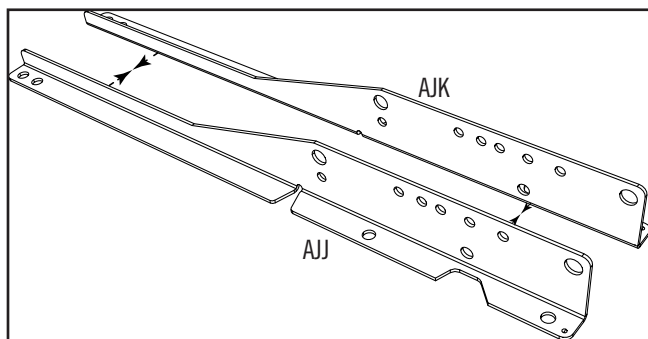
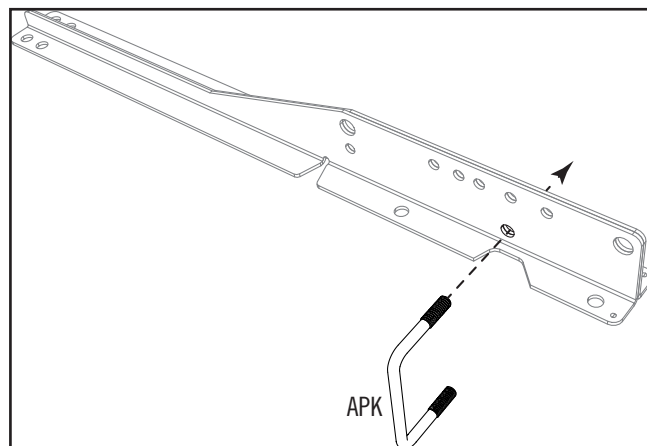
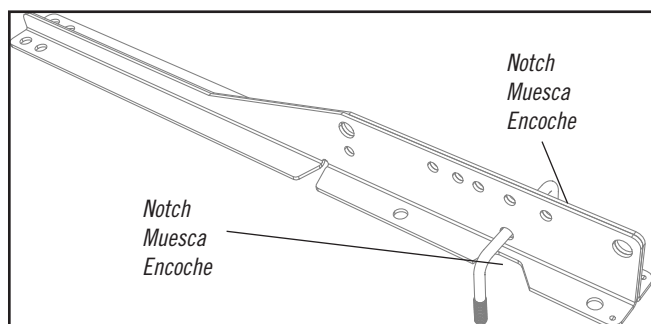
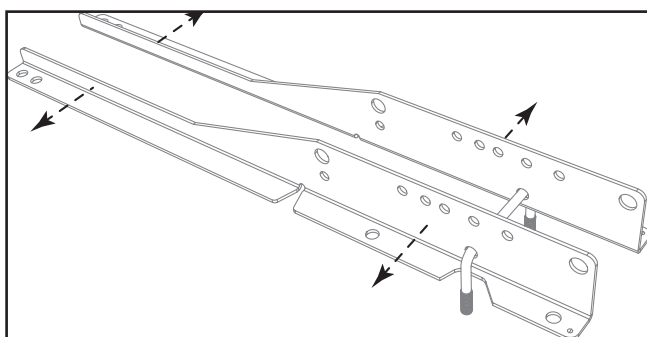

Fig. 1
Fig. 2
Fig. 3
Fig. 4
- Join the **left** and **right backboard brackets (AJJ and AJK)** so they mirror one another (Fig. 1). Insert the **U-bolt (APK)** through the holes indicated (Fig. 2). The U-bolt will rest freely in the notches of the two backboard brackets (Fig. 3). Spread apart the backboard brackets as indicated (Fig. 4).
- Joindre les **supports du panneau gauche et droit (AJJ et AJK)** de manière à ce qu'ils se reflètent l'un l'autre (Fig. 1). Insérer le **boulon en «U» (APK)** à travers les trous indiqués (Fig. 2). Le boulon en « U » restera dans les encoches des supports du panneau (Fig. 3). Écarter les supports du panneau comme indiqué (Fig. 4).
- Unir los **soportes izquierdo y derecho del tablero (AJJ y AJK)** para que se reflejen entre sí (Fig. 1). Insertar el **perno en «U» (APK)** por los orificios indicados (Fig. 2). El perno en «U» restará libremente en las muescas en los soportes del tablero (Fig. 3). Separar los soportes del tablero como se indica (Fig. 4).